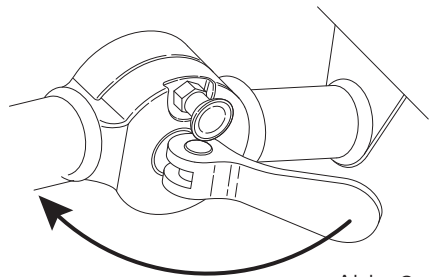

Abb. 9
3. Drücken Sie den Exzenterhebel fest nach innen, so dass sich das Gelenk nicht mehr bewegen kann (Abb. 9).